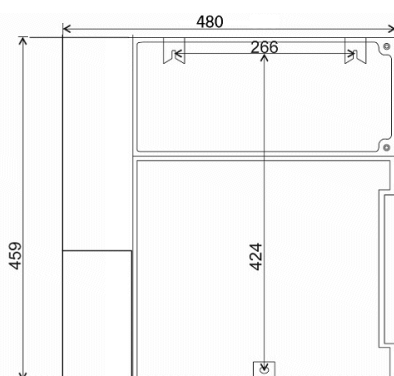

Figure 7
2. Forez les trous de montage comme indiqué sur figure 7.